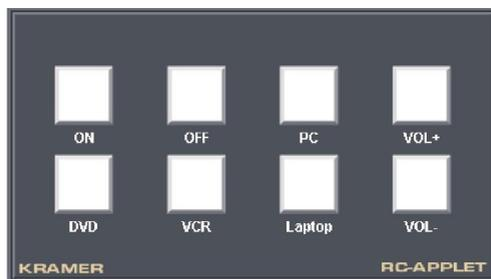

Рис. 10. Изображение передней панели на встроенной веб-странице
1. Введите IP-адрес устройства (IP-адрес по умолчанию — 192.168.1.39, может быть изменен системным интегратором) в адресной строке браузера (или введите ссылку, определенную системным интегратором). Изображение передней панели **RC-8RK** выводится на экран (см. рис. 10).